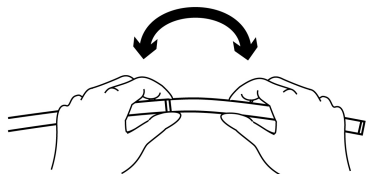

図2
5. 受動湾曲部の両端を把持し、軽く曲げ、受動湾曲部が滑らかに曲がることを確認すること（図2参照）。